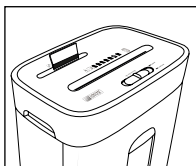

Fig. 8
Introduza verticalmente o cartão de crédito no centro da abertura de corte para CD/cartão de crédito ② (ver fig. 8) e desloque o interruptor **REV/OFF/AUTO/FWD** ⑧ para a posição **FWD** ("forward" (inglês) = avanço).